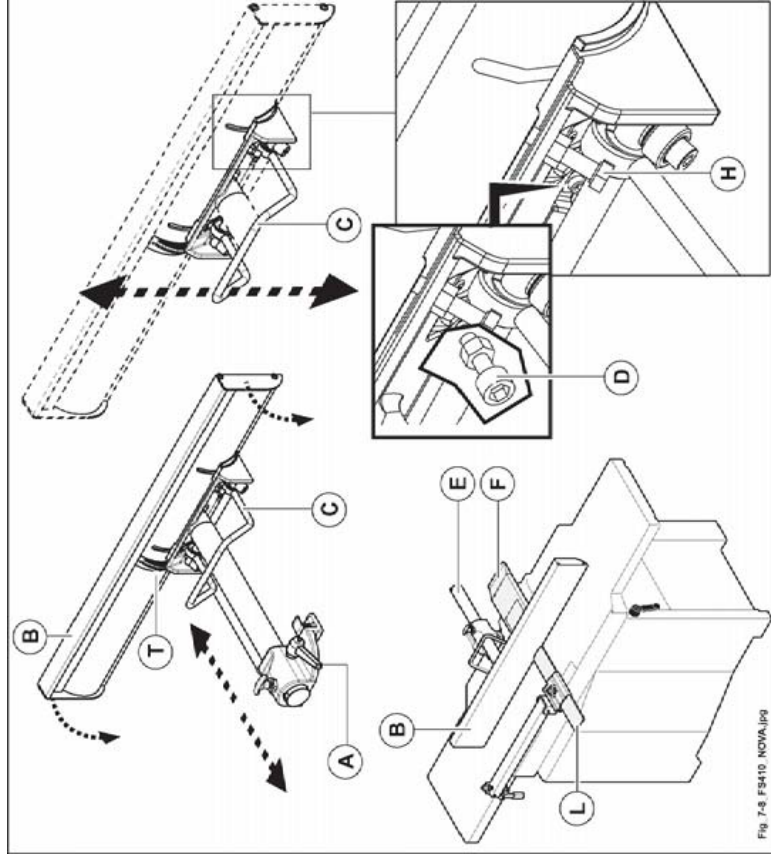

Abb. 7.8
die Schutzvorrichtung (F Abb. 7.8) und (L Abb. 7.8) müssen während der Arbeit stets auf der Hobelwelle liegen.
- Entsperren Sie den Hebel (A, Abb. 7.8) und bewegen Sie den Anschlag (B, Abb. 7.8) in die gewünschte Stellung; sperren Sie den Hebel (A, Abb. 7.8) dann wieder.
sicherstellen, dass die Gleitstange (E Abb. 7.8) ganz sauber ist.
- Den Hebel (C Abb. 7.8) freigeben und die Führung (B Abb. 7.8) manuelle bis zur gewünschten Neigung drehen, die auf der Gradskala (T Abb. 7.8) sichtbar ist; den Hebel (C Abb. 7.8) wieder blockieren.
der Anschlag (B, Abb. 7.8) kann von 90° bis 45° und in jeder Zwischenstellung schräg gestellt werden.
Für mögliche Korrekturen an den Anschlägen für 90° und 45° Grad in den extremen Stellungen betätigen Sie die Schraube und Gegenmutter (D, Abb. 7.8) für die 90° und die Schraube und Gegenmutter (H, Abb. 7.8) für die 45° entsprechend.